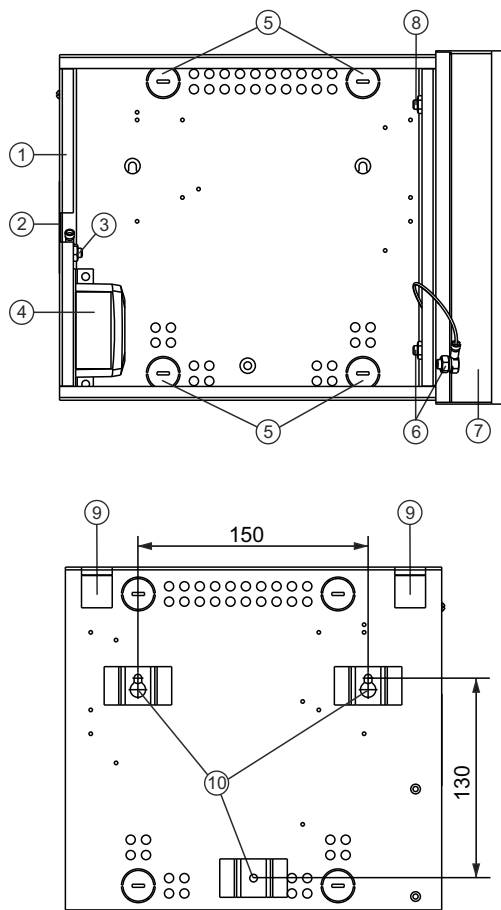
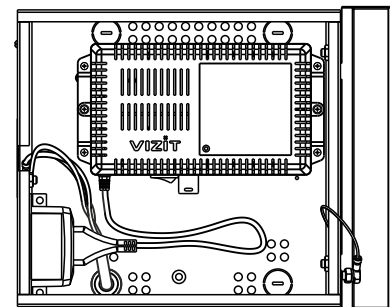

Рисунок 1 - Внешний вид и установочные размеры бокса
Рисунок 4 - Расположение блока управления **VIZIT** в боксе
Для крепления на стене используются скобы ⑩ (см. рисунок 1) на задней стенке бокса, а также шурупы 4x40 и дюбеля 6x40 из комплекта поставки.
Для ввода кабелей внутрь бокса удалите металлические заглушки нужных кабельных вводов (рисунок 1, позиция 5).
- Заведите провода линии связи в бокс через отверстия ⑤ (см. рисунок 1).
- Если конструкция блока вызова предусматривает его заземление, подключите защитный провод блока вызова к клемме ⑧. Защитный провод соединяется с кабельным наконечником клеммы методом опрессовки.
- Подключите сетевую вилку блока управления / блока питания к розетке (см. рис. 4, 5, 12, 13).